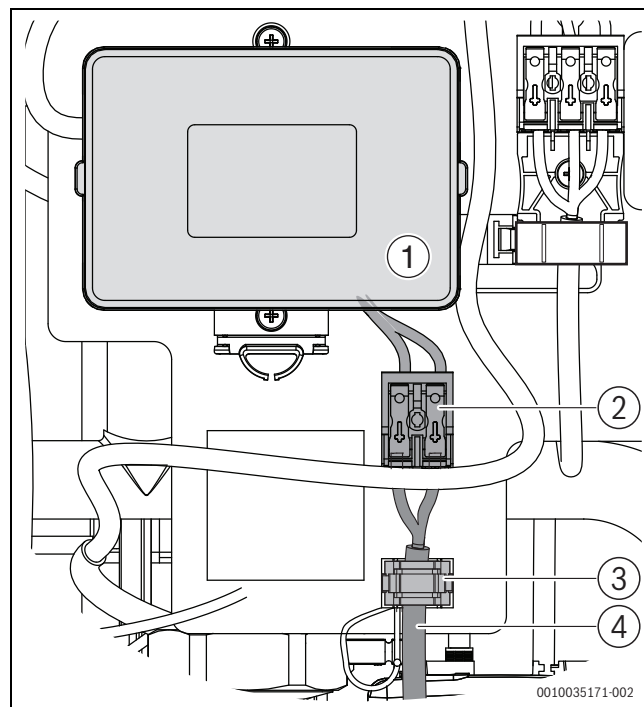

Fig. 29 Borne de raccordement sur le boîtier relais
- Raccorder les extrémités dénudées du câble à la borne de raccordement du boîtier relais et verrouiller la borne de raccordement (→ Fig. 29 [2], [1] et chapitre 12.2, page 40).